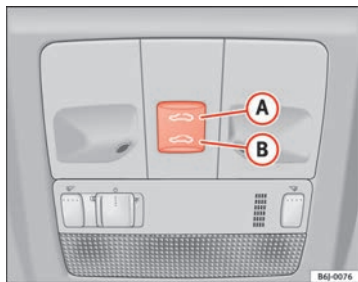

Fig. 52 Tecto panorâmico / deflector
- Pressionar e manter pressionado o botão **B** ⇒ Fig. 52 ⇒ **Δ**, o tecto realiza o movimento de fecho até que se solte o botão.